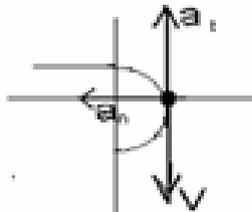

Рис. 2
2. Рис. 2
| 2. Рис. 2 | Б. Неподвижная опора |